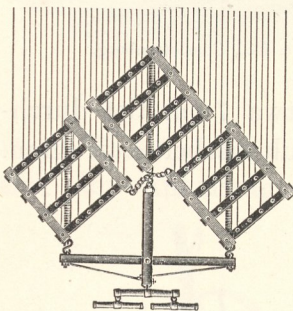

Fig. 786. Reformegge von A. Rohrmann, Raudten.
a) **Ackereggen.** Diese werden in Rahmen und Zinken immer mehr aus Eisen und Stahl hergestellt. Die Form des Rahmens war früher meist eine rechteckige oder rautenförmige, und die einzelnen Rahmen gingen mit einer Spitze nach vorn. Zu den besten Eggen dieser Art gehören die *Reformeggen* (Fig. 786), bei denen ein Aufspalten der hölzernen Balken an den Enden nicht vorkommen kann. Die Viereckform hat sich am meisten bei den *Feineggen* erhalten, die besonders zum Übereggen der keimenden Kartoffeln und des Sommergetreides dienen, auch zum Zerstören des Hederichs und um die Kruste zu brechen und den Boden aufs feinste zu krümeln. Sonst sind jetzt die gebräuchlichsten Rahmenformen die \s - und ζ - und Knieform, letztere aus den Zickzackeggen durch Weglassung eines Teiles und Gleichbiegung der beiden Restteile entstanden (Fig. 787—789). Die gebogenen einzelnen „Balken“ werden zu 2—4 zu einem „Eggenfelde“ miteinander verbunden, so daß jedes Feld für sich allein beweglich ist. Die Eggenfelder ohne Querverbindungen verstopfen am wenigsten.